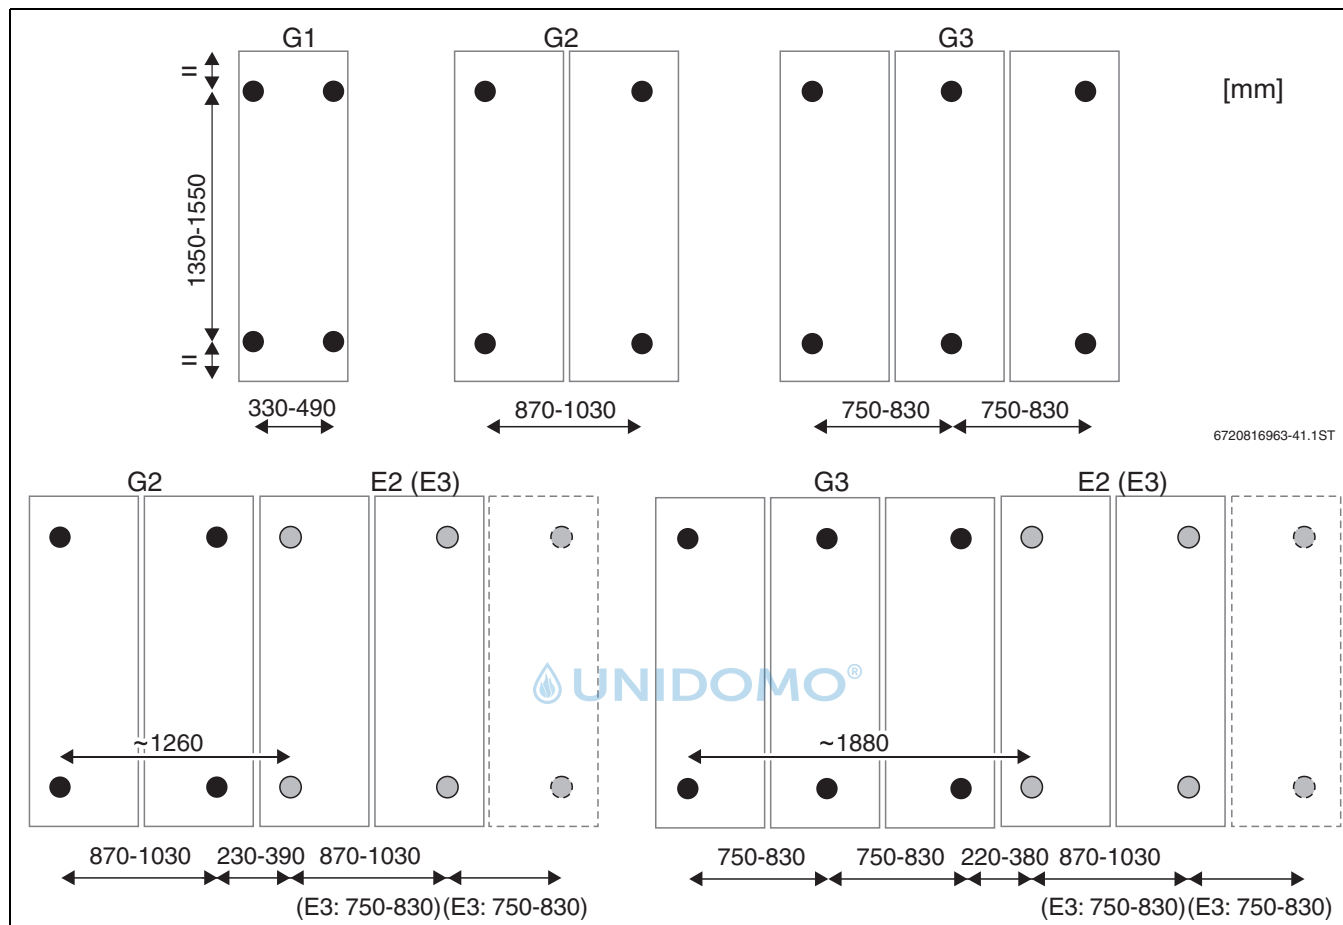

Bild 35 Fassadenmontage: Abstände der Stockschraben
- Abstände der Stockschraben auf die Beschwerung (z. B. Betonplatten) übertragen (→ Bild 35).